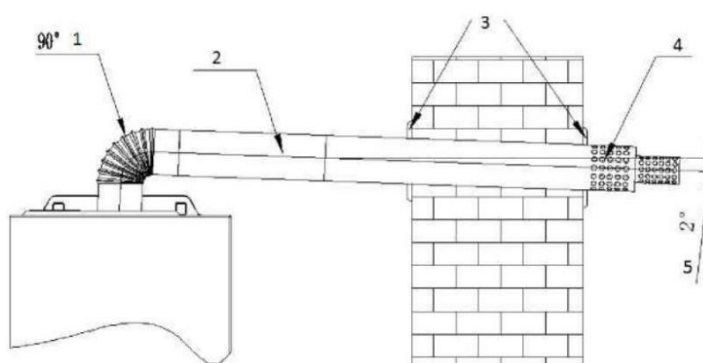

Рис. 15
В зависимости от фактического места установки котла можно столкнуться с ситуацией, когда длины трубы дымоотвода будет недостаточно для монтажа, или же необходим дополнительный поворот на 90°, тогда возможно, основываясь на фактической потребности, заказать удлинение трубы или дополнительные отводы 90°, смотри рис. 15.
**ВНИМАНИЕ:** Общая составная длина (с учетом возможных поворотов на 90°) прямой трубы коаксиального дымо-/воздуховода (считая сразу же от отвода 90° после выхода из котла) не должна превышать 4 м, для котлов 36-40 кВт 3 м (см. рис. 15), при этом каждый дополнительный отвод 90°равнозначен увеличению длины трубы коаксиального дымо-/воздуховода на 1 м.
Раздельная система дымоходов и воздуховодов диаметром 80мм часто применяется в случаях монтажа, когда невозможно использование коаксиальной системы дымо-/воздуховода типа «труба в трубе» из-за превышения максимально допустимой длины, или при поквартирном отоплении многоэтажных домов в случае необходимости подсоединения к различным вертикальным коллективным (идущим через несколько этажей) каналам дымохода и воздухозабора (см. схемы на рис. 15а).
**ВНИМАНИЕ:** Общая составная длина (с учетом возможных поворотов на 90° и 45°) труб дымохода и воздуховода (считая сразу же от отвода 90° после выхода из котла) не должна превышать максимальных расстояний, указанных на рис. 15а, при этом каждый дополнительный отвод 90° равнозначен увеличению длины трубы дымохода или воздуховода на 0,5 м, а каждый дополнительный отвод 45° равнозначен увеличению длины трубы дымохода или воздуховода на 0,25 м.
Обзор возможных вариантов подключения котла к различным исполнениям и типам дымо-/воздуховодных систем приведен на рис. 15 а.
Рис.15 а